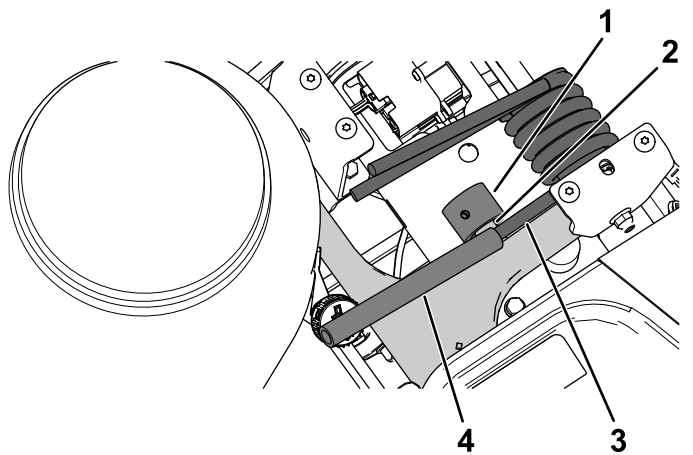

Bild 3
3. Schieben Sie das Feder-Distanzstück auf den Schwingarmzapfen auf (Bild 3).
4. Heben Sie mit einer Hand das Ende der Drehfeder vom Schwingarmzapfen ab und schieben Sie das Distanzstück zwischen die Drehfeder und den Schwingarmzapfen (Bild 3).